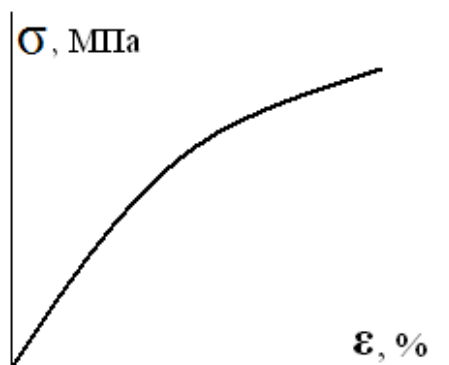

Рис. 2.6. Диаграмма деформации
17. На рис. 2.6 изображена диаграмма деформации для условных напряжений. Поведение каких металлов она отражает? σ ϵ